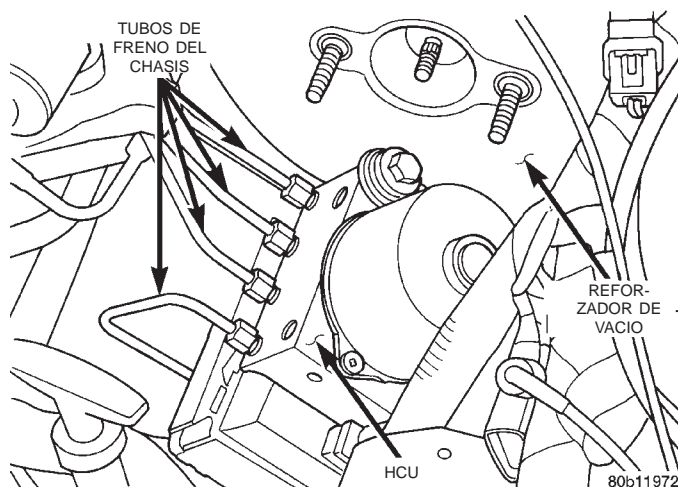

Fig. 23 Conexiones del tubo de freno a la HCU
(13) Retire los 4 tubos de freno del chasis de los orificios de salida de la (HCU) (Fig. 23).
(5) Instale los 4 tubos de freno del chasis (Fig. 23) en los orificios de salida de la HCU.